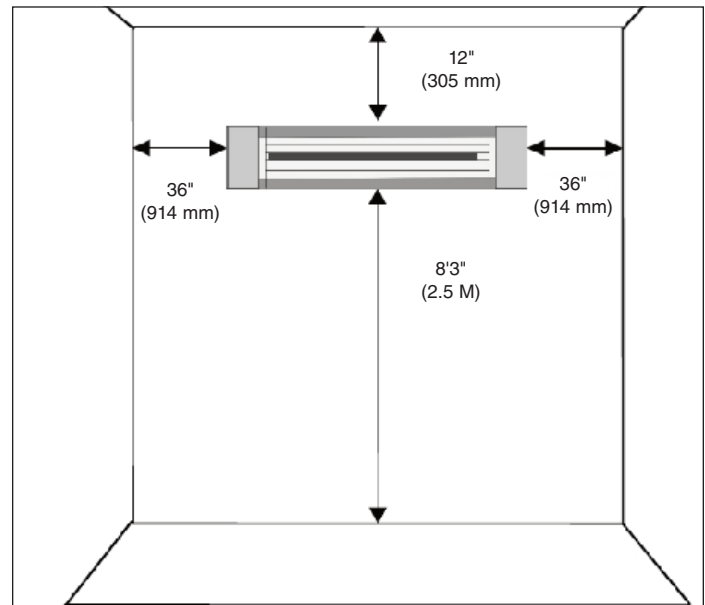

Figure 2 - Dégageurs minimaux au montage
3. Ce chauffage est prévu pour un montage mural uniquement en utilisant le support mural fourni avec (Voir la Fig. 1). Le radiateur doit être placé à au moins 8' 3" (250 cm) au-dessus du plancher. Ne montez pas ce radiateur au plafond. Le haut du radiateur doit se trouver à au moins 12" (305 mm) du plafond et à 36" (914 mm) des murs adjacents. Voir la Figure 2.
CET APPAREIL DE CHAUFFAGE FONCTIONNE À DES TEMPÉRATURES ÉLEVÉES ET ENDOMMAGER LES MATÉRIAUX (COMME PAREMENT DE VINYLE, PLASTIQUE OU TISSUS) SI CES MATÉRIAUX DE TYPE SONT PLACÉS TROP PRÈS DE CHAUFFE OU SI CHAUFFE NE EST PAS INSTALLÉ PAR CES INSTRUCTIONS. REPORTEZ-VOUS AUX FIGURES 2 ET 3 POUR LE DÉDOUANEMENT ET LES INSTRUCTIONS DE MONTAGE.